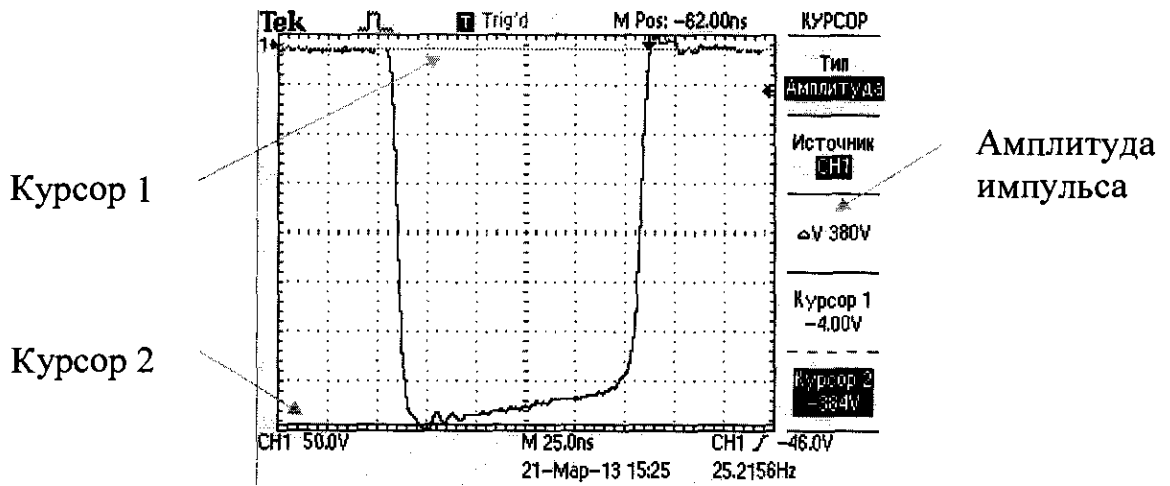

Рисунок 2 – Вид зондирующего импульса на экране осциллографа.
Зондирующий импульс должен наблюдаться на экране осциллографа (Рис. 2).
8.3.4 Определить амплитуду зондирующего импульса  $U_{зи}$ . Для этого в осциллографе включить курсоры для измерения амплитуды. Установить Cursor 1 на линию развертки, а Cursor 2 - на вершину зондирующего импульса (Рис. 2). Считать с экрана осциллографа значение амплитуды зондирующего импульса и занести в протокол.